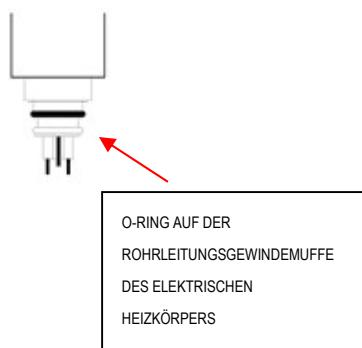

Abb. 2
1. Schalten Sie die Stromversorgung aus. Überprüfen Sie, ob der O-Ring auf der Rohrleitungsgewindemuffe des elektrischen Heizkörpers korrekt in die Nut gelegt wurde und dass keine Beschädigung oder Fehler aufgetreten ist - s. Abb. 2 (andernfalls tauschen Sie diesen bitte aus).